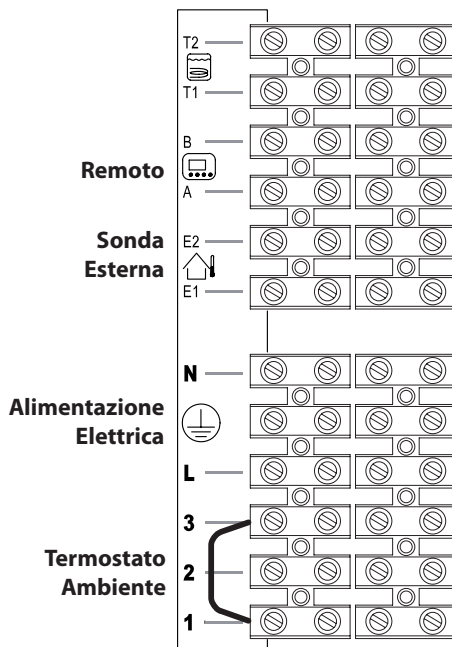
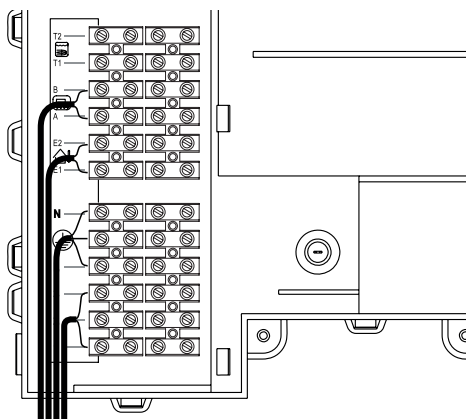

Figura 5.19
Figura 5.20
- Collegare il cavo di alimentazione elettrica proveniente dall'interruttore onnipolare alla morsetteria di alimentazione elettrica della caldaia (Figura 5.19) rispettando la corrispondenza della linea (filo marrone) e del neutro (filo azzurro).
Il percorso del cavo o dei fili di alimentazione elettrica della caldaia e del termostato ambiente devono seguire il percorso indicato in Figura 5.20.
Per il collegamento di un termostato ambiente servirsi dei morsetti indicati in Figura 5.19.
Per il collegamento di valvole di zona servirsi dei morsetti termostato ambiente indicati in Figura 5.19 e Figura 5.20. I conduttori elettrici dei contatti del micro della valvola di zona vanno inseriti nei morsetti "1 e 3" della morsettiere termostato ambiente come in Figura 5.20.
Il percorso dei fili di collegamento della sonda esterna devono seguire il percorso indicato in Figura 5.20.
Il percorso del cavo del comando remoto deve seguire il percorso indicato in Figura 5.20.